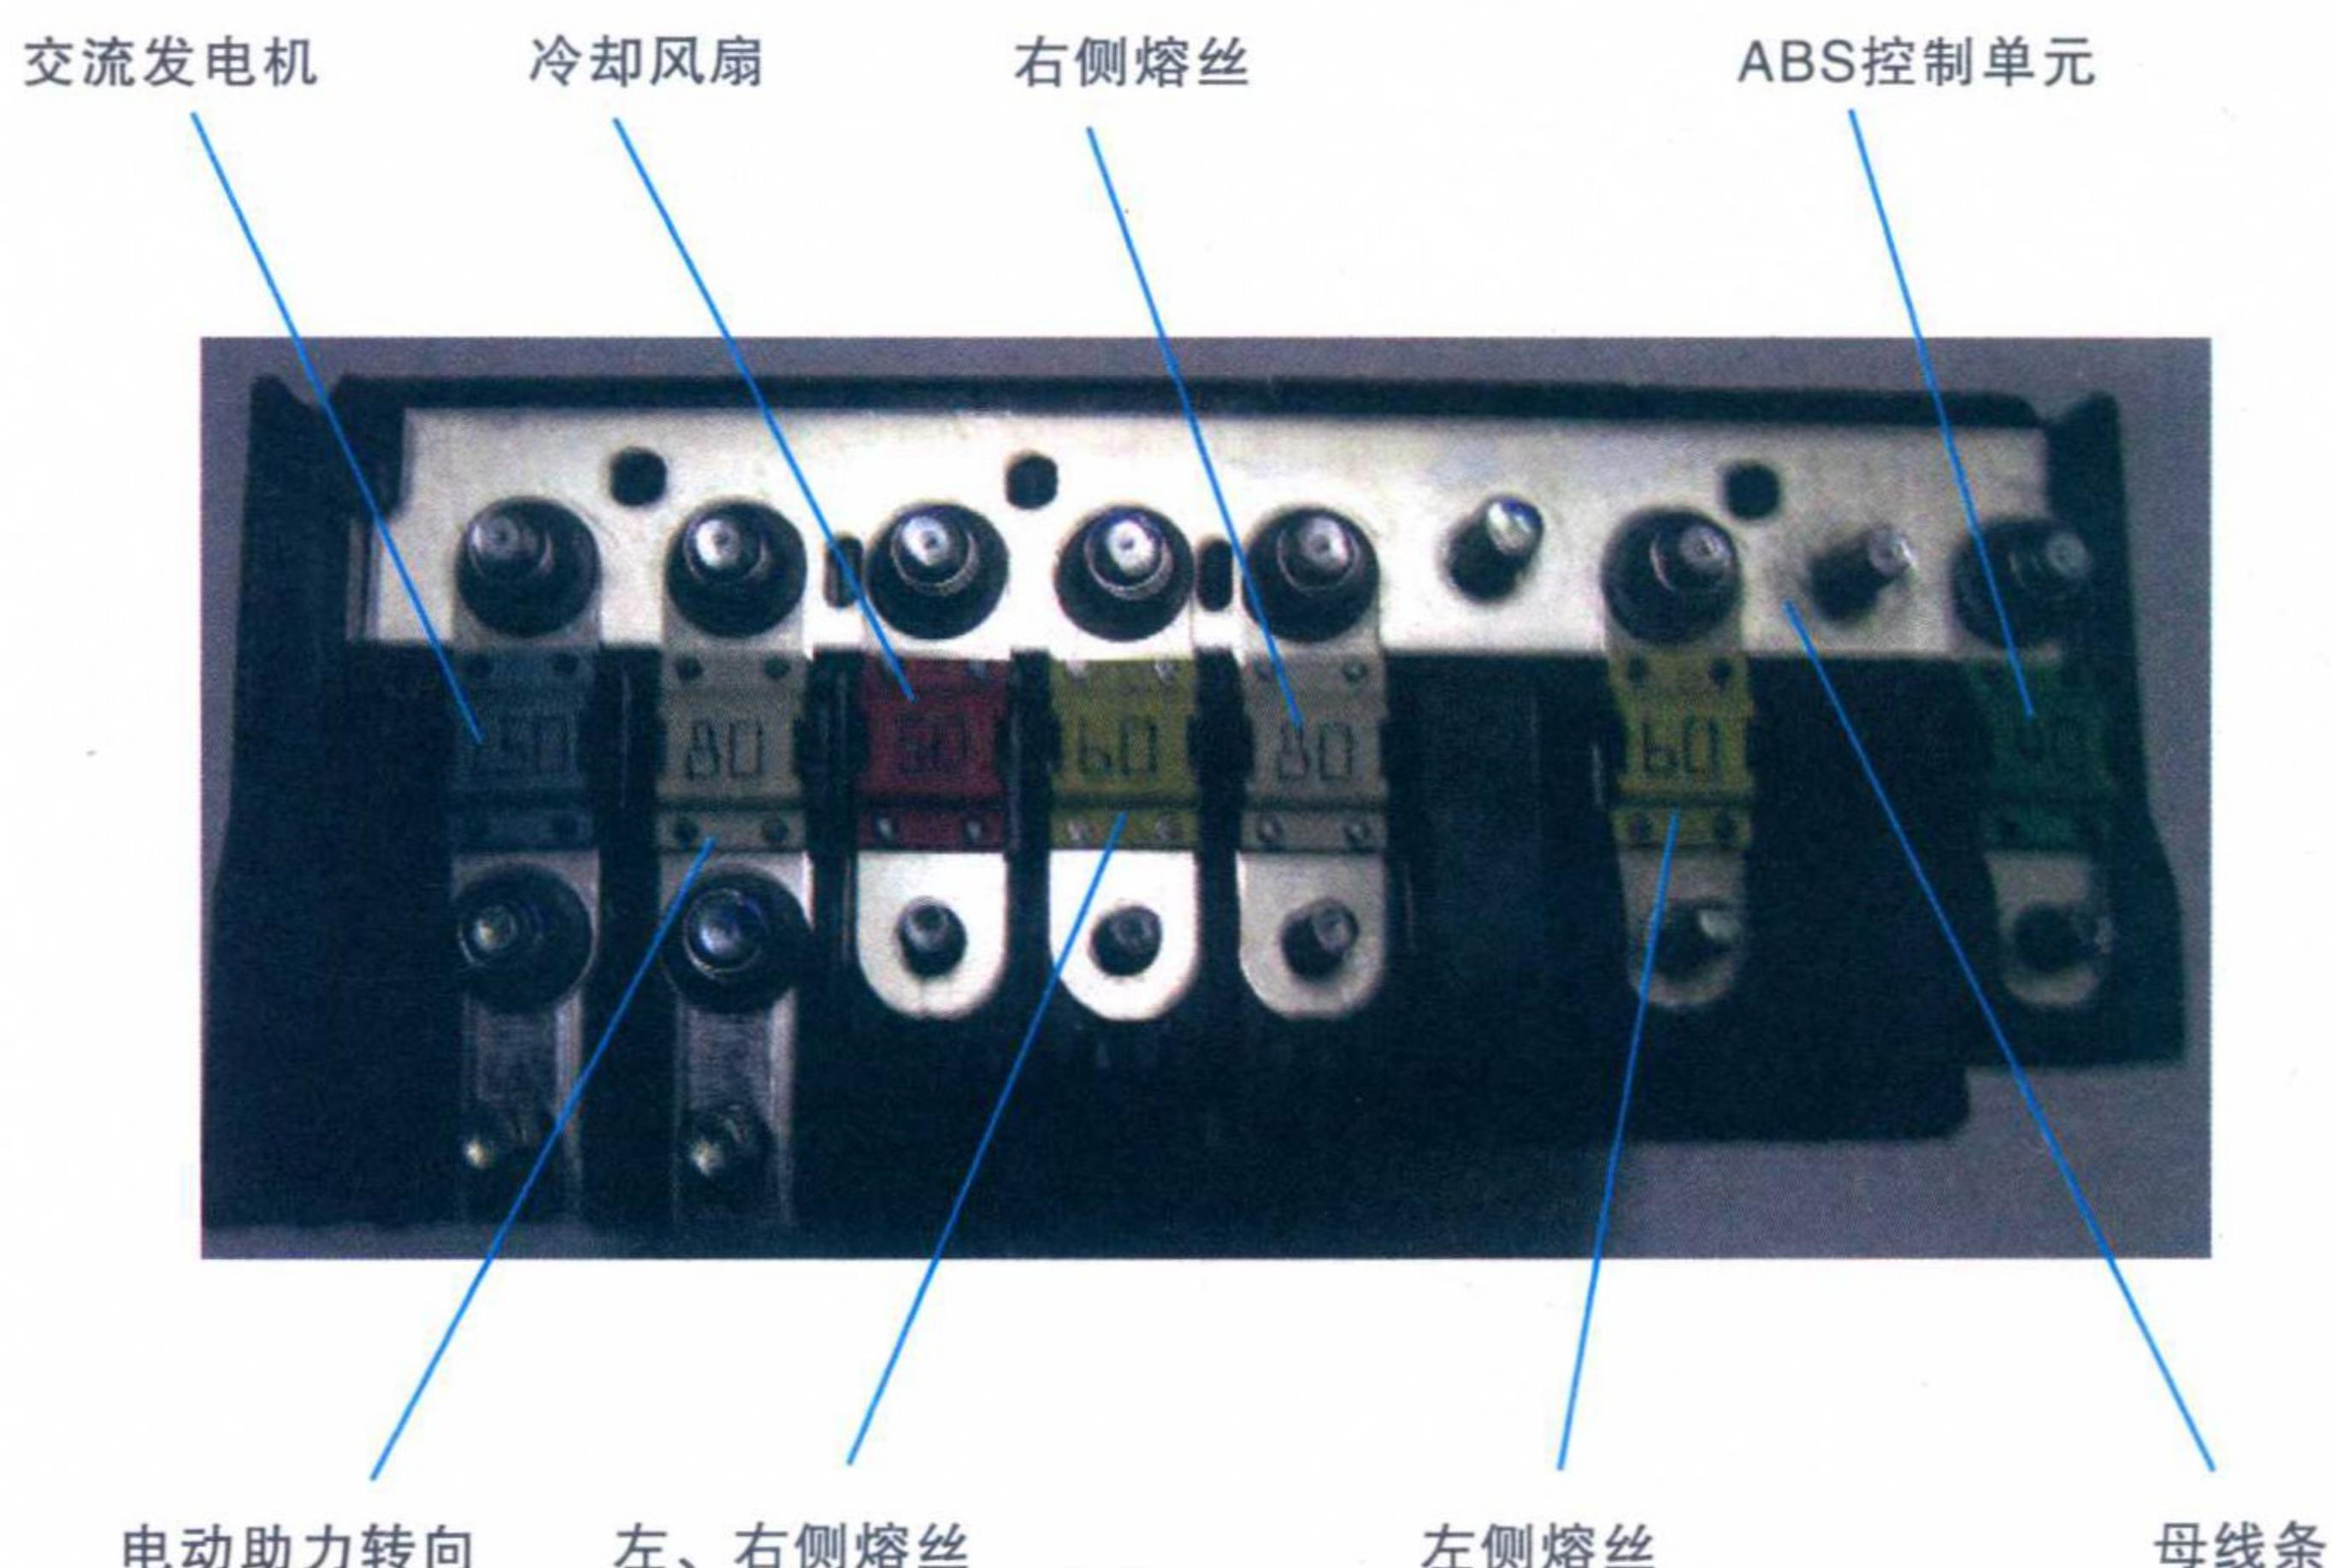

图 1-5 蓄电池熔丝盒
3) 车辆上的蓄电池熔丝盒是随直接从蓄电池引出的电路来布置的，而其他熔丝盒则由点火开关进行控制。如图 1-5 所示，为了减少熔丝盒上的导线数量，一个单一蓄电池电路和各个供电电路可与一个母线条连接，以便通过各个熔丝向多个系统提供电力。